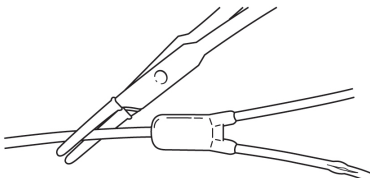

Fig. 10
1. Prepareer het gebied. Klem de katheter distaal van het Y-spruitstuk stevig af met een van een rubber bescherm laag voorziene klem (fig. 10).